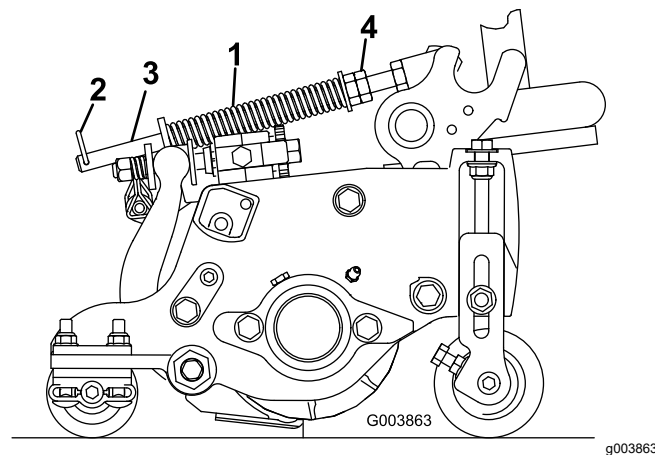

Figura 51
A mola de compensação de relva (Figura 51) transfere peso do rolo dianteiro para o rolo traseiro. Isto ajuda a reduzir o efeito ondulado na relva, também conhecido como ondulação ou “bobbing”.
1. Certifique-se de que o perno de de gancho está instalado no orifício traseiro na haste da mola (Figura 51).
2. Aperte as porcas sextavadas na extremidade dianteira da haste da mola até que o comprimento da mola em compressão seja de 15,9 cm; consulte a Figura 51.